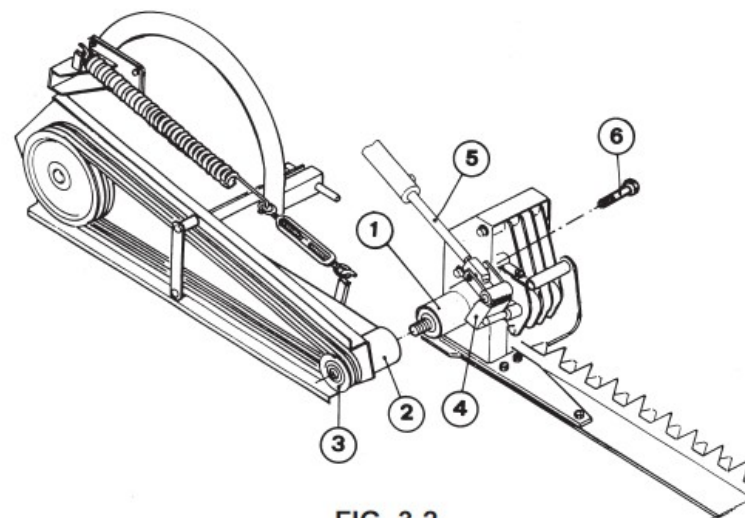

FIG. 3.2
- 2) Se la barra è con **SOLLEVAMENTO IDRAULICO**: (Fig. 3.2)
- 2) Blade assembly for sickle bar mowers with **HYDRAULIC LIFT**: (Fig. 3.2)
- 2) Si la barra es de **ELEVACIÓN HIDRÁULICA**: (Fig. 3.2)
- 2) Si la barre est dotée de **LEVAGE HYDRAULIQUE** : (Fig. 3.2)